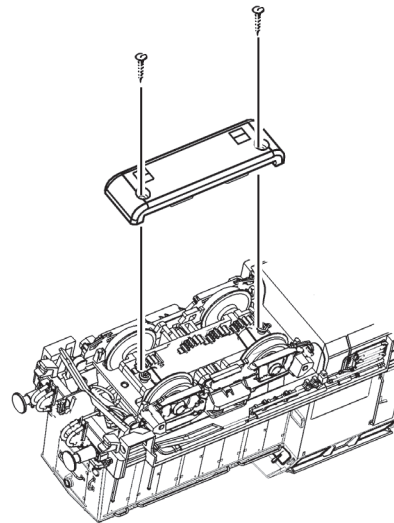

Fig. 3
2. Schmierung: Versehen Sie die im Schmierplan in Fig. 7 gekennzeichneten Stellen mit nur **kleinen Öltropfen**. Dazu zuerst das Lokgehäuse abnehmen (Fig. 3). Wir empfehlen den **ROCO Öler Art.-Nr. 10906**. Fürs Schmieren der Getriebeteile (Zahnräder, Schnecke) empfehlen wir das **ROCO-Spezialfett Art.-Nr. 10905**. Im Falle der Schmierung diese Teile **nicht ölen**.
Mehrzugbetrieb: Zuerst Lokgehäuse abnehmen (Fig. 3). Danach den Brückenstecker aus der Schnittstelle entfernen (diesen sorgsam aufbewahren). Danach den Stecker des Steuerbausteins lagerichtig einsetzen (siehe Fig. 5).
4. Motorwechsel: Lokgehäuse abnehmen (Fig. 3). Danach wird der Motor ausgebaut.
2. Lubrication: Apply **tiny oil drops** to spots marked in fig. 7. Prior to lubrication dismantle locomotive (fig. 3). We recommend using item no. **10906, Roco oiler**. For lubrication the gearparts (e.g. cogwheels, worm) we should recommend our Roco **special grease** (item no. **10905**).
4. Motor Changing: First remove loco body (fig. 3), and then the motor.
4. Remplacement du moteur: Démontez la caisse (voir fig. 3). Démontez ensuite le moteur.
voir } Fig.3